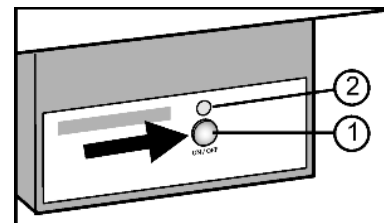

Fig. 34
- ▶ Taste On/Off Fig. 34 (1) drücken, so dass die LED Fig. 34 (2) leuchtet.